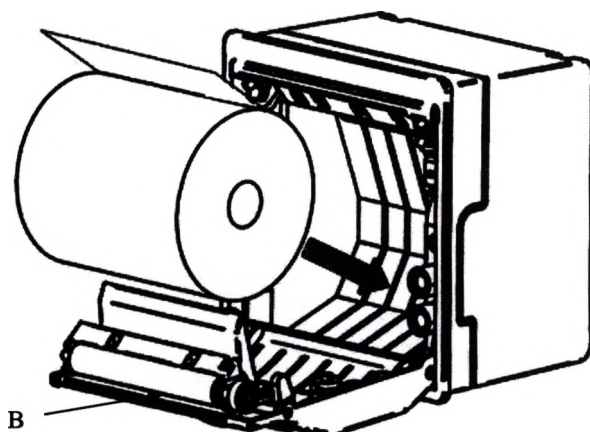

Рис. 6
17.3 Вставить новый рулон бумаги, таким образом чтобы свободный край оказался сверху рулона (Рис. 6).
***Осторожно! Будьте внимательны острый резак для бумаги! (Рис. 6в).***